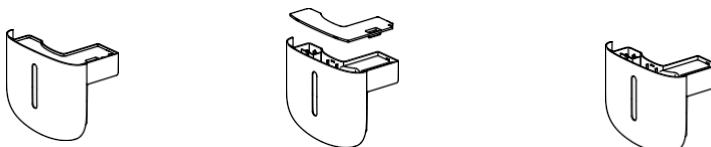

Fig. 8
- Rengjør vanntanken med noen ukers mellomrom. Ta den ut av apparatet og fjern den øverste klaffen fra tanken (fig. 8). Fyll innsiden av tanken med vann og vaskemiddel og vask den. Skyll og tørk etter vask. Vask også klaffen (8) i vann med vaskemiddel.